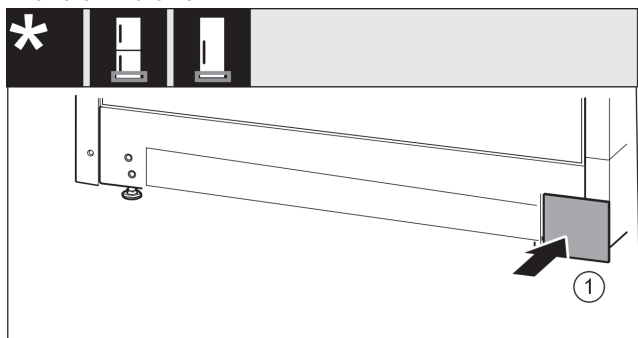

Fig. 50
- Riapplicare la copertura Fig. 50 (1) sull'altro lato.